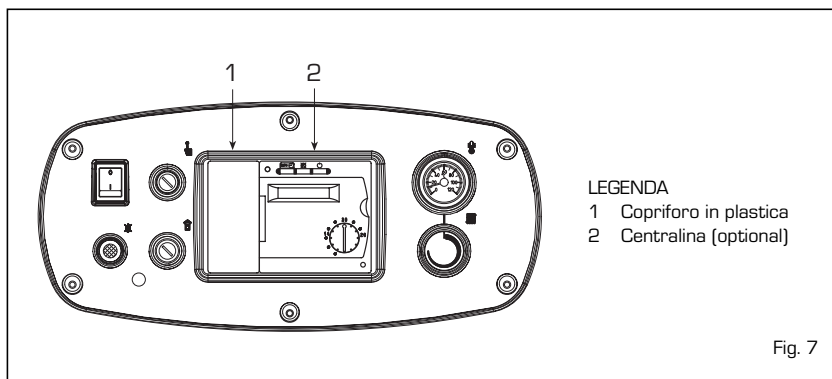

Fig. 7
Tutte le funzioni della caldaia possono essere gestite dalla centralina cod. 8096303, fornita con sonda temperatura esterna (SE) e sonda immersione caldaia (SC) (fig. 7). La centralina prevede il collegamento di una ulteriore serie di connettori a bassa tensione per il collegamento delle sonde e dell'unità ambiente (i connettori si trovano in un sacchetto all'interno del quadro comandi). Il bulbo della sonda dell'eventuale bollitore esterno (SS), optional cod. 6277110, deve essere inserito nella guaina del bollitore e quello della sonda caldaia (SC) nella guaina di caldaia.